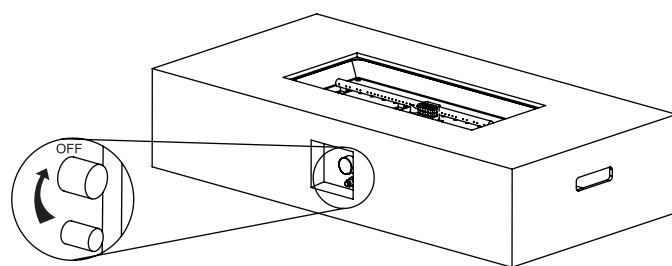

Figure 2
2. Provjerite je li regulator plina u položaju "OFF" prije nastavka (vidi Figure 2).